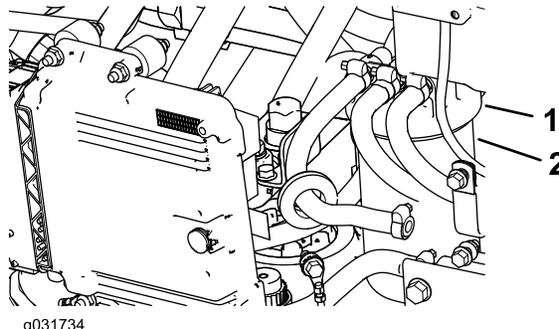

Рисунок 106
1. Очистите поверхность вокруг головки топливного фильтра (Рисунок 106).
2. Снимите фильтр и очистите монтажную поверхность головки фильтра (Рисунок 106).